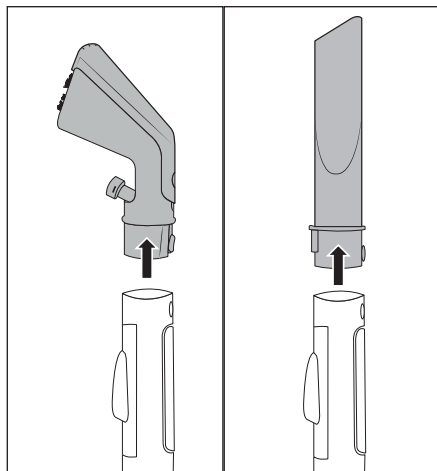

Fig. 8
- ◆ Pulse el botón de bloqueo 25/32 y retire la boquilla para tapicería 22 o la boquilla rinconera 24 del tubo de rociado/aspiración 19 (consulte la fig. 8).